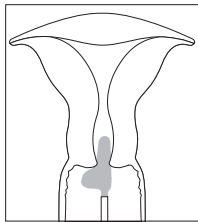

Fig. 1
3. Den beflochtenen Tupfer beim Griff nehmen, dann nur die Spitze des Tupfers (den langen, L-förmigen Teil) ohne den breiteren Teil (den breiten, L-förmigen Teil) in den Zervixkanal einführen (siehe Fig. 1).